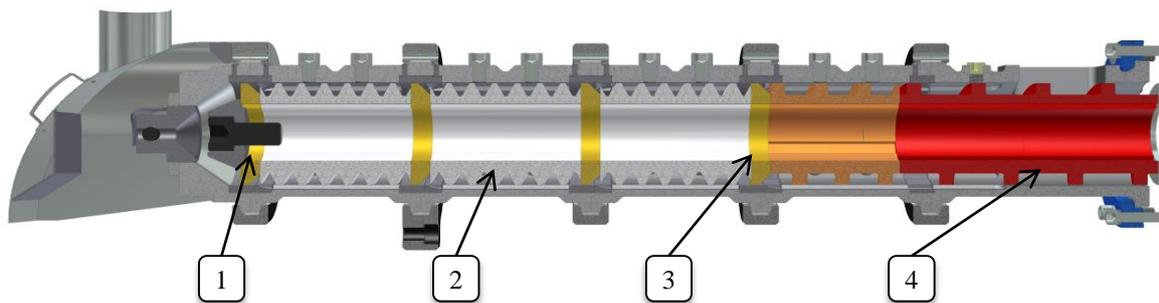

Figure 26 - Schnitt durch die Arbeitseinheit des Extruders
- Die Drosseleinsätze vergrößern sich in Richtung Ausgang schrittweise, siehe Abbildung 26.